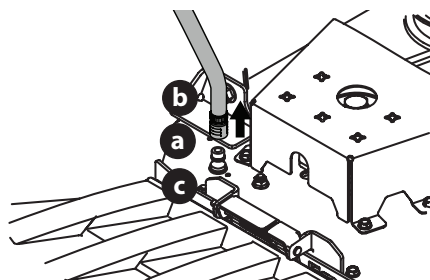

Figura 30
3. Tire del collarín de ajuste (a) del adaptador del pico (b) hacia atrás y empuje el adaptador del pico sobre el pico de lavado de la plataforma (c). Suelte el collarín de ajuste para trabar el adaptador del pico en el pico de lavado de la plataforma (Figura 30).